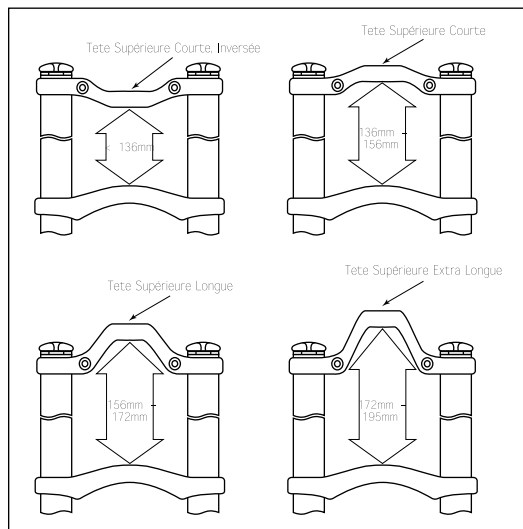

Fig. 1
2. Avant de la monter sur votre vélo, vérifiez que votre fourche Judy XL est bien munie de la tête supérieure appropriée. Les têtes supérieures disponibles pour la fourche Judy XL sont illustrées en Fig. 1. Reportez-vous également à la Fig.1 pour apprendre comment sélectionner et orienter la tête supérieure de façon à maximiser la rigidité de la fourche.